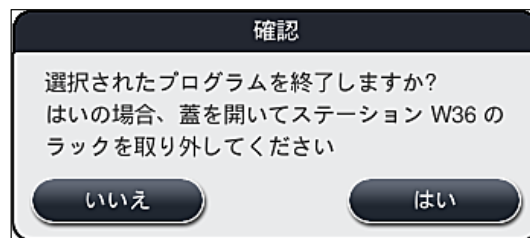

図91
5. 続けて表示される情報メッセージ(→「図91」)に対し、「はい」ボタンを選択して、プログラムの中止を確定します。「いいえ」を選択すると、プロセスステータス表示に戻ります。
表示されるメッセージ(→「図91」)をよく読み、必ず指示にしたがってください。